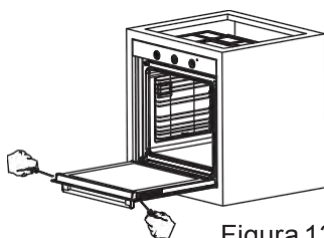
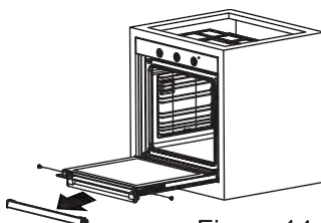
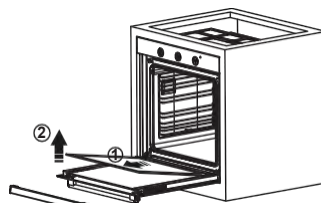

Figura 13
Figura 14
Figura 15
2. Retire los tornillos de los lados izquierdo y derecho como se muestra en la figura 13. Retire el perfil tirando de él hacia usted como se muestra en la figura 14. El cristal quedará libre después de que se retire el perfil, como se muestra en la figura 15. Tire con cuidado del cristal liberado hacia usted. Si es necesario, el cristal central también puede ser retirado de la misma manera. El cristal exterior está fijado al perfil de la puerta del horno. Puede limpiar fácilmente el cristal una vez que se haya retirado. Una vez que se haya completado la limpieza y el mantenimiento, puede reemplazar los cristales y el perfil siguiendo el procedimiento anterior en la forma inversa. Asegúrese de que el cristal se coloca en la posición correcta y que el perfil quede bien colocado.